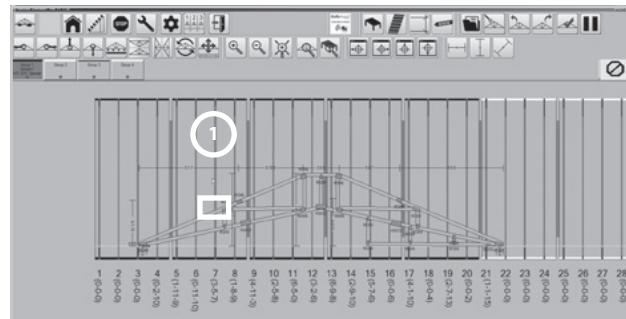

Figure 49
1. Choisir une rondelle à déplacer en cliquant sur son axe, l'axe devient rouge (Figure 49)